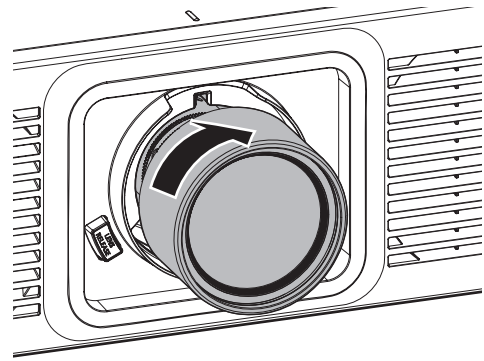

Figura 3
3) Gire la lente de proyección en sentido horario hasta el final. (Figura 3)